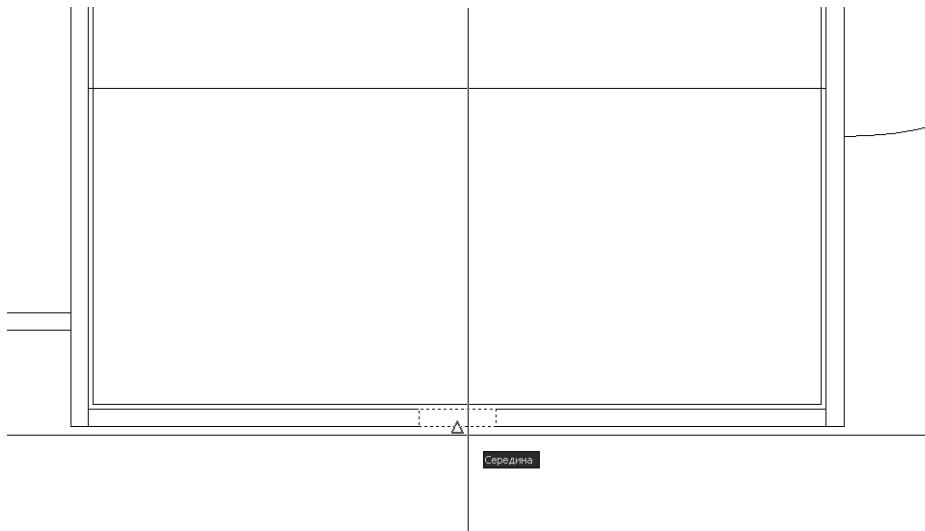

Рис. 4.61 ▼ Выбор базовой точки с помощью режима привязки **Середина** (Midpoint)
2. Включите режим привязки **Середина** (Midpoint) и подведите указатель-перекрестье к середине нижней горизонтальной линии выделенного прямоугольника. Когда AutoCAD распознает эту точку (рис. 4.61), щелкните для захвата ее координат в качестве базовой точки копируемого объекта.